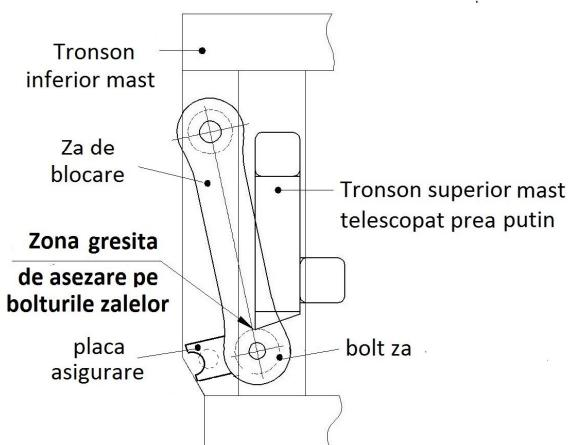

Fig. 9
ATENȚIE! În fig.9 este simulată o așezare incorrectă a sprijinului înclinat pe boltul zalei: în acest caz maneta de asigurare a zavorarii nu se poate fixa în “pozitia blocat”.
- așezarea incorrectă a sprijinului înclinat pe boltul zalei (fig. 9): în acest caz maneta de asigurare a zavorarii nu se poate fixa în “pozitia blocat”. Sondorul coboară de pe scară și repetă ultima parte a telescopării și zăvorârea, până când zăvorârea este corectă;